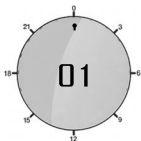

Рисунок 12. Индикация установленного комфортного режима обогрева и переход к выбору режима для следующего часа
Далее для подтверждения выбора комфортного режима обогрева в текущей индикации времени в центре дисплея терморегулятора, необходимо повторно нажать клавишу ▲ (10) для перехода в следующий час установки таймера. В результате на дисплее появится индикация, соответствующая выбранному часу включения комфортного режима обогрева и индикация выбора температуры для следующего часа (рис. 12).